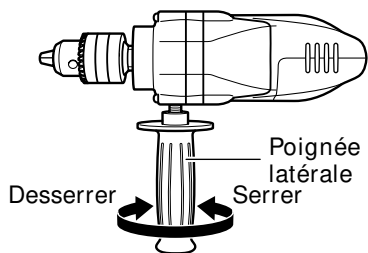

Fig. 6
9. Installation de la poignée latérale (accessoire en option) (Fig. 6)